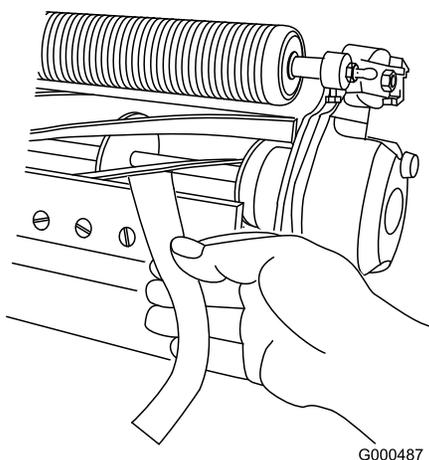

Figura 10
3. A una estremità del cilindro, inserite una lunga striscia di carta da giornale tra il cilindro e la controlama (Figura 10). Mentre ruotate leggermente in avanti il cilindro, ruotate la vite di regolazione della barra di appoggio in senso orario (sullo stesso lato del cilindro, uno scatto per volta) finché la carta non viene leggermente compressa, se inserita dalla parte anteriore, parallelamente alla controlama. Avvertirete una leggera resistenza mentre la carta viene tirata.
5. Una volta terminata la regolazione, verificate che il cilindro comprima la carta, quando viene inserita dalla parte anteriore, e che tagli la carta, quando viene inserita ad angolo retto rispetto alla controlama (Figura 10). Deve essere possibile tagliare la carta con un contatto minimo tra la controlama e le lame del cilindro. Qualora il cilindro opponga eccessiva resistenza, è necessario lappare o levigare di nuovo l'apparato di taglio per ottenere l'affilatura che consente di eseguire un taglio preciso (vedere il Manuale per l'affilatura dei cilindri Toro).